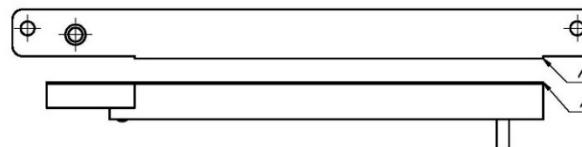

Рисунок 4
4.4 Корпус замка (1) крепится на дверную коробку напротив якорной пластины. Для обеспечения эксплуатационных характеристик рабочие поверхности корпусной части и якорной пластины должны плотно прилегать друг к другу при закрывании двери.
**ВНИМАНИЕ!** При монтаже замка правильное положение якорной части относительно корпуса обеспечивается при совмещении кромок А (рисунок 4).